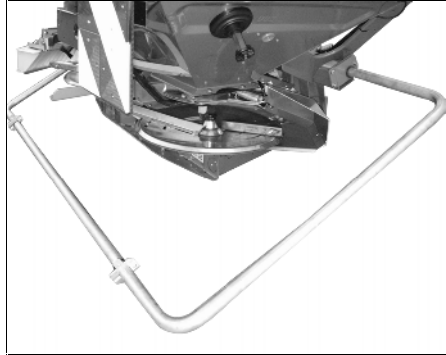

Fig. 52
- Rohrschutzbügel (falls vorhanden) (Fig. 52) herunterklappen.